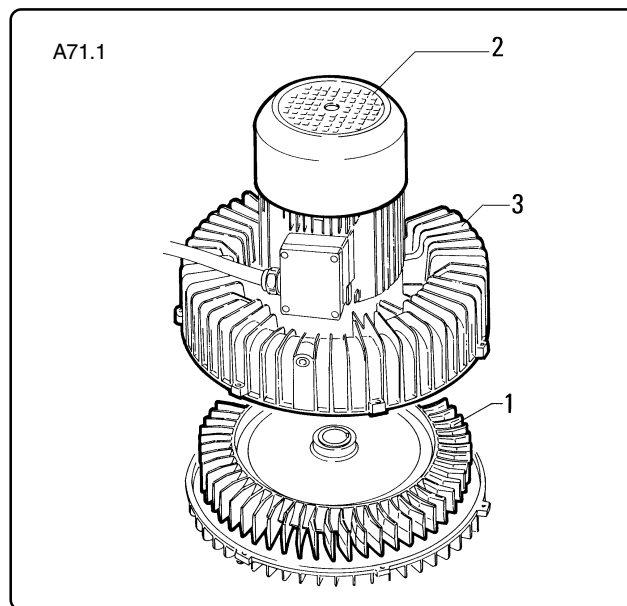

Fig. 7.5.5
**7.5.4 - Verificare lo stato della ventola aspirante (fig. 7.5.5)**
**7.5.4 - Checking the condition of the suction fan (fig. 7.5.5)**
**7.5.4 - Vérifier l'état du ventilateur aspirant (fig. 7.5.5)**
**7.5.4 - Controlar el estado del ventilador aspirante (fig. 7.5.5)**